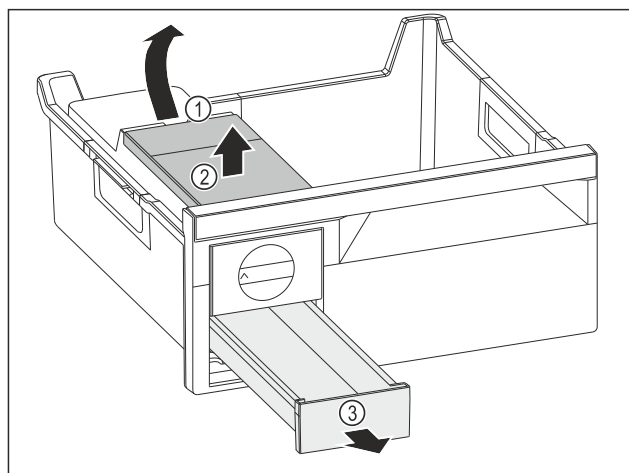

Fig. 162
- Retirer le réservoir d'eau : Soulever le réservoir d'eau hors de l'évidement Fig. 162 (1).
- Retirer le réservoir d'eau Fig. 162 (2) vers le haut.
- Retirer le tiroir à glaçons Fig. 162 (3) vers l'avant.